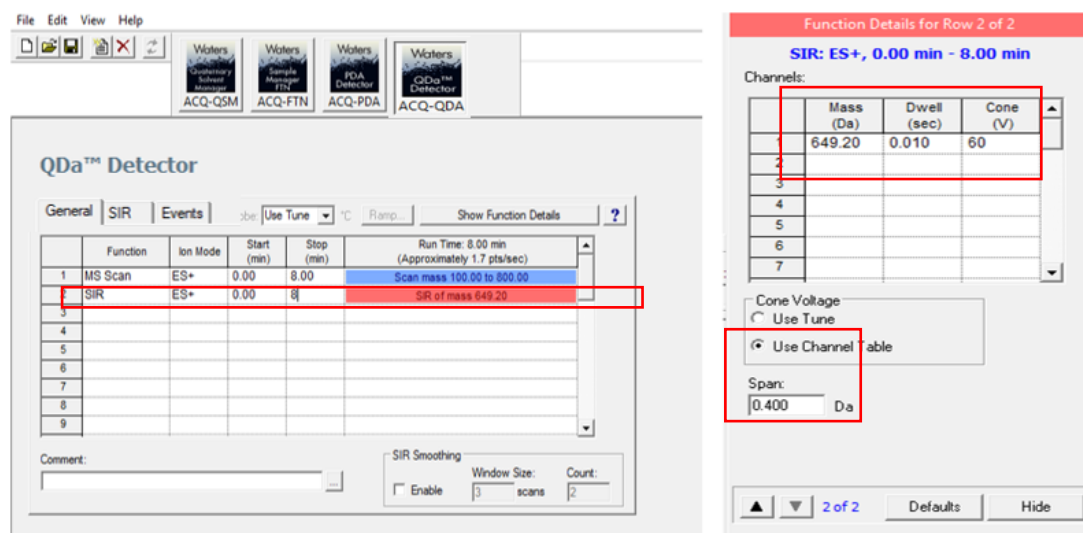

图6-28
(2) SIR Scan 有明确目标物 (图6-28)。
点击Show Function Details, 弹出图6-28右侧对话框, Channels-设置Mass(Da),即目标离子质荷比, Cone Voltage选择Use Tune; Span:0.4-0.6